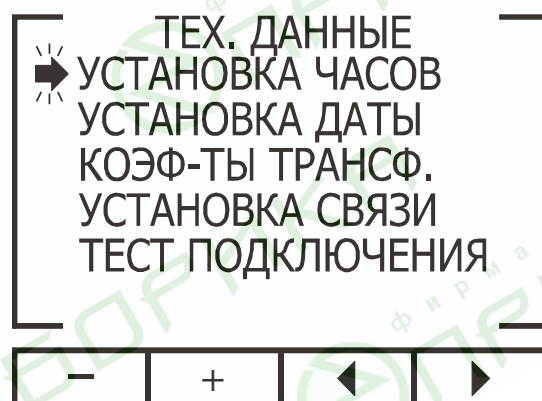

Рис. 10
3. Нажмите «Enter». В случае ввода неверного пароля на дисплей будет выведено сообщение об ошибке. Повторите ввод пароля еще раз. При правильном вводе пароля на дисплее будет отображено меню **Тех. Данные** (рис. 10):